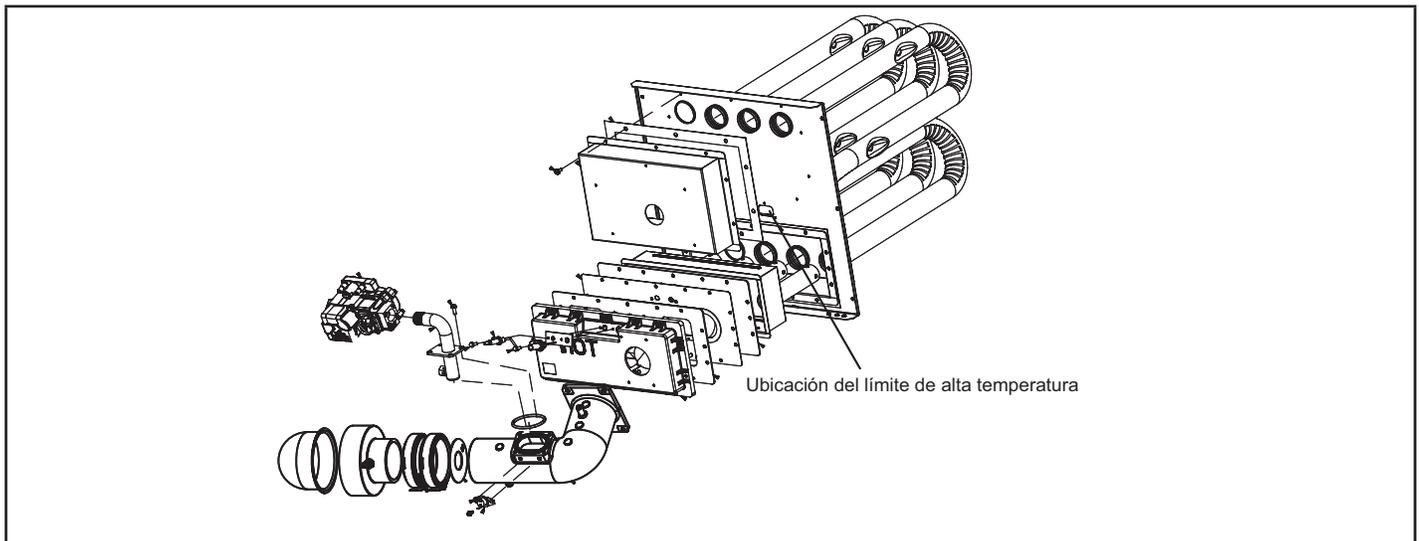

FIGURA 2
- b - Instale el límite de alta temperatura de 350° en el medio del panel vestibular. Ver la Figura 2.
- b - Instale el límite de alta temperatura de 250° en el medio del panel vestibular. Ver la Figura 2.